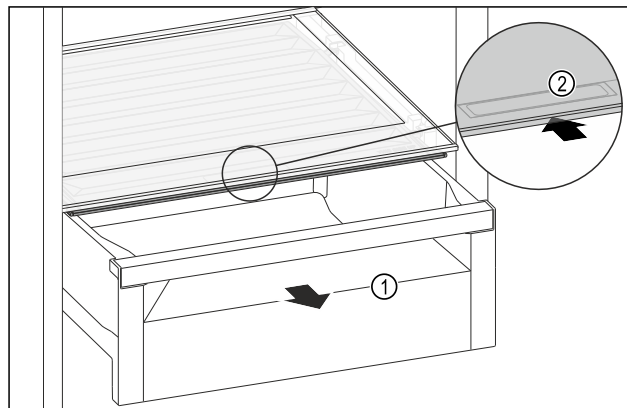

Fig. 188
- Tërhiqni jashtë sirtarin Fig. 188 (1).
- Kapni dorezën e futur Fig. 188 (2) në kapakun e ndarjes dhe në të njëjtën kohë shtyni për prapa kapakun e ndarjes.